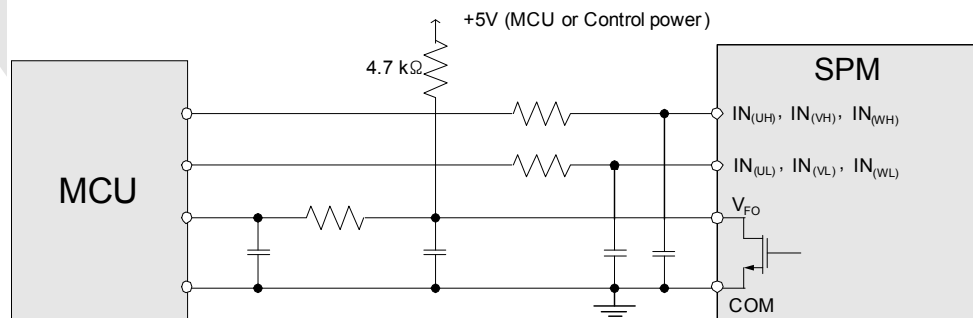

图 14 推荐的 MCU I/O 接口电路
15. V_{FO} 输出是漏极开路型。此信号线应该用电阻上拉至 MCU 或控制电源正极, 以使 I_{FO} 达到 2 mA。请参阅图 14。